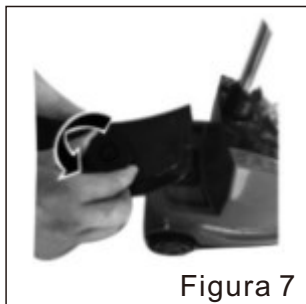
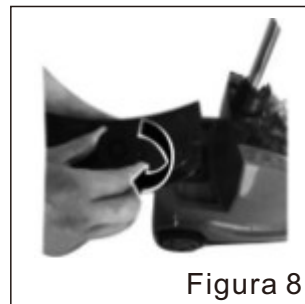

Figura 7
Figura 8
- ⑦ Gire y abra el botón de gira en sentido antihorario (figura 7), vierta agua limpia en el tanque de agua, gire y apriete el botón de gira en sentido horario según la figura 8.